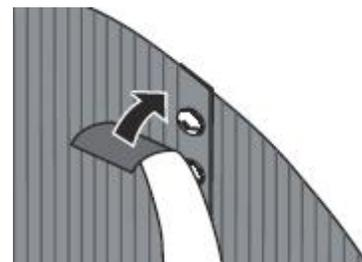

Abb. 9
- Überdecken Sie die Mantelenden und die Schraubenköpfe an der Innenseite des Pools zur Gänze mit einem 50 mm breiten Klebeband (**Abb. 9**). Überkleben Sie auch den oberen Rand des Stahlmantels mit dem Klebeband.